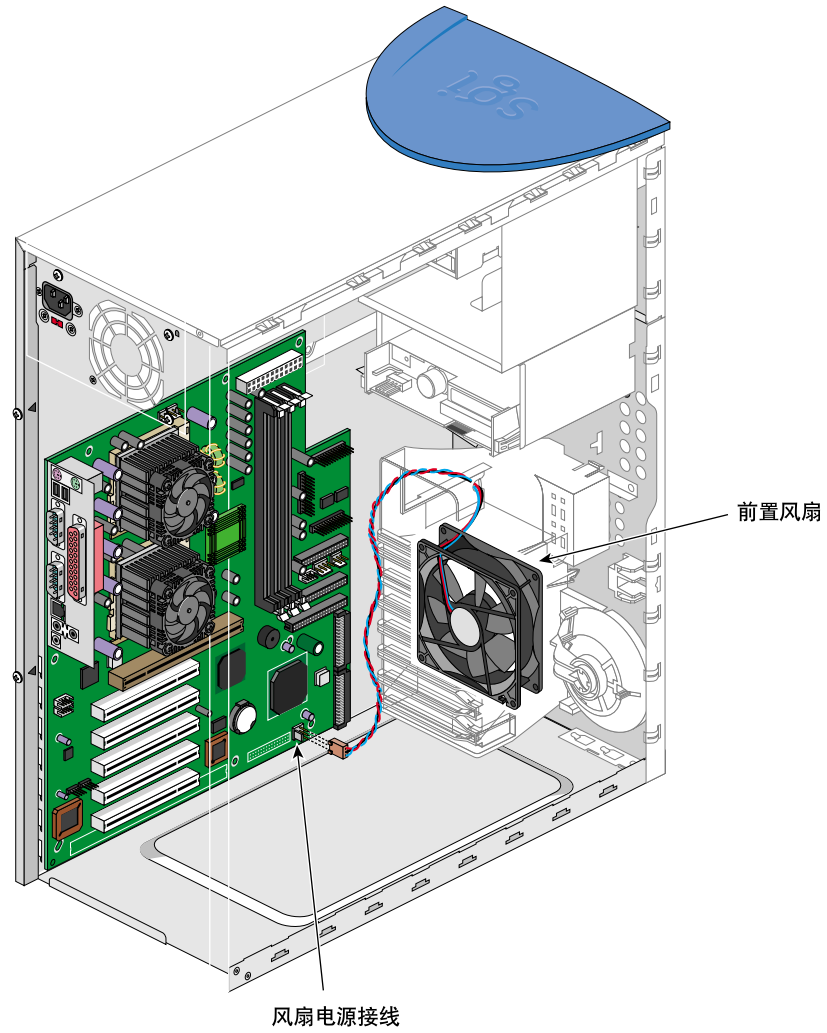

图 2-17 连接前置风扇电缆
6. 连接前置风扇电缆。有关前置风扇电缆连接的位置，参考图 2-17。